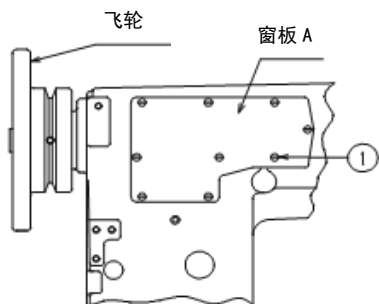

Fig.13
拧松机臂作业员相反侧的窗板 A 固定螺丝①（8 处）及窗板 B 固定螺丝②（1 处），将窗板 A、B 拆下。（Fig.13、14）
（Fig.13、14）